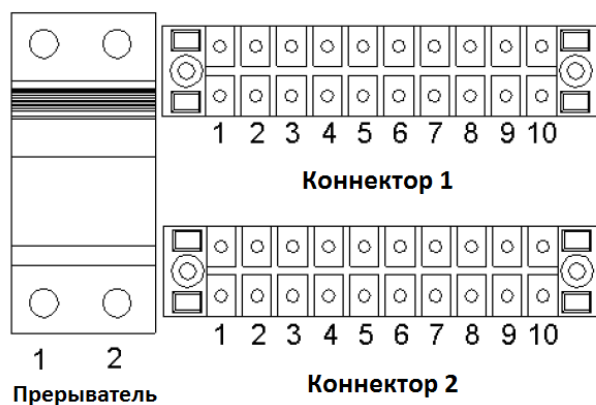

Рис. 4.2 Коннекторы
- Силовые кабели должны подключаться к разъемам и размыкателям на КСВ (см. рис. 4.2).